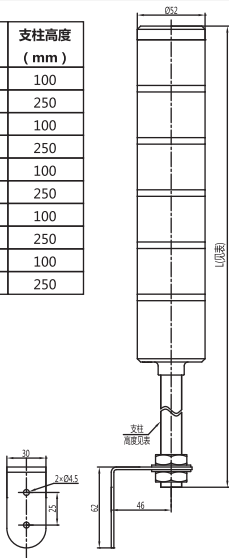

图4 NDT1-52侧向L型安装式外形尺寸图
6.3 NDT1-52侧向L型安装式外形与安装尺寸（图4）。